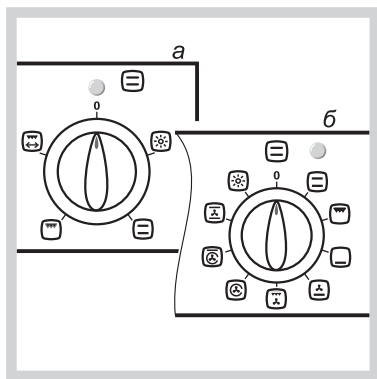

Рис.7
- ручкой режимов работы устанавливается необходимая функция (в зависимости от модели может быть вариант **а** или **б** (рис.7);